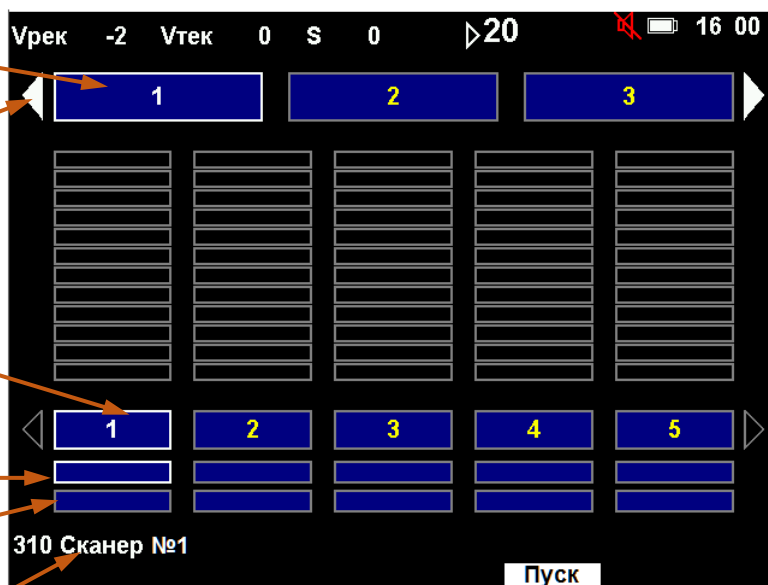

Рисунок 10.12
10.2.2.15 Убедиться, что на экране дефектоскопа отобразились количество и номера МВТП (МЦУ), которые входят в состав сканирующего устройства (см. рисунок 10.12). Если к дефектоскопу подключен один МВТП (МЦУ), то на экране должен отобразиться номер этого МВТП (МЦУ). Если дефектоскоп не обнаружил подключенные устройства, следует выключить и включить дефектоскоп, повторно вызвать настройку с номером 310.
10.2.2.17 Кнопкой  установить указатель активного поля напротив поля МВТП (МЦУ), кнопками ,  выбрать МВТП (МЦУ) для поверки (см. рисунок 10.12).